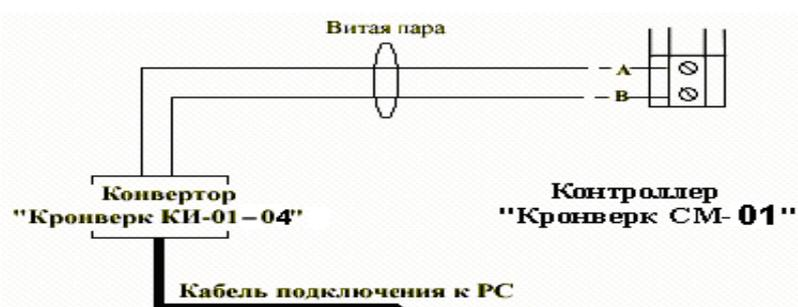

Рис. 3.а. Подключение одного контроллера «Кронверк СМ-01».
Для подключения контроллера к компьютеру необходимо использовать кабель согласно рис.3.
Кабель СПНК4.852.001 для подключения контроллера к компьютеру. Рис. 3
2. При подключении к СОМ-порту компьютера более одного контроллера «Кронверк-СМ-01» (или если расстояние между контроллером и компьютером превышает 12 м.) следует использовать конвертер «СКД-КИ-01...04». Подключение контроллеров с использованием конвертера показано на рис. 3.а
Контроллеры «Кронверк СМ-01» подключаются к магистрали RS-485. Подключение необходимо производить согласно рис.3. На рис. 3.а показано подключение одного контроллера, на рис. 3.б схема подключения двух и более контроллеров.